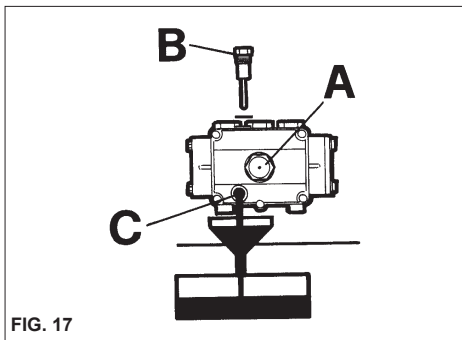

FIG. 17
- 2) Bruk peilepinnen til å skru av dekslet (fig. 17).